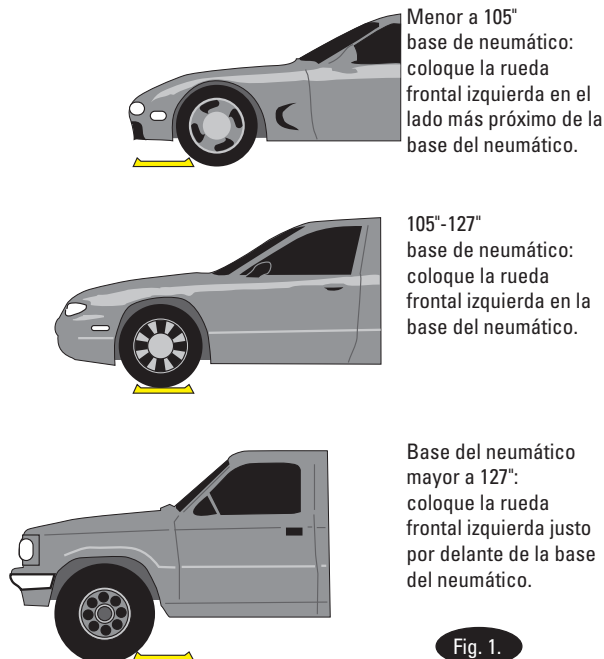

Fig. 1.
2. Localice el vehículo sobre el elevador con la rueda frontal izquierda en la posición de ubicación adecuada de la base, Fig. 1.